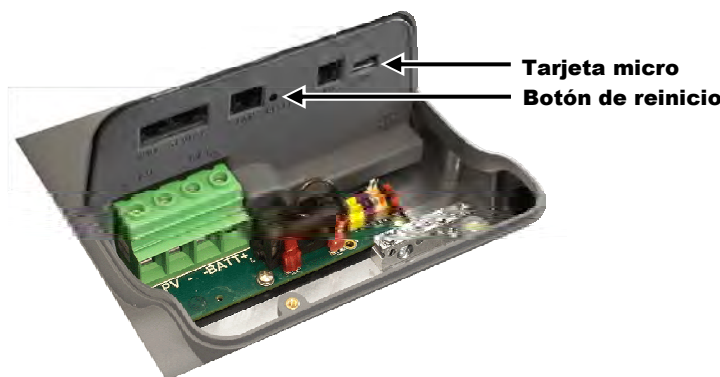

Figura 50 Ubicación de la tarjeta MicroSD
2. Si está presente, retire la tarjeta microSD del FLEXmax 100. (Consulte la Figura 50). La tarjeta puede ser expulsada presionando sobre el extremo expuesto. Debería irse para abajo ligeramente y luego sobresalir con un clic. Después de esto, puede retirarse fácilmente.
7. Mantenga presionado el botón **RESET (RESTABLECER)** con una herramienta estrecha no conductiva. (Consulte la Figura 50. El botón está retraído dentro del orificio varios milímetros).